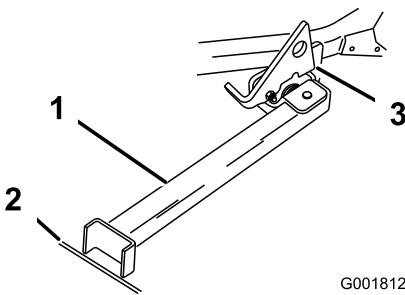

Figura 41
3. Levante el enganche. Gire el pie del soporte hacia adelante, y deslice el soporte hacia la máquina, hasta que encaje en la parte de abajo de la ranura (Figura 40 y Figura 41).
4. Ponga el pie del soporte en el suelo con el enganche descansando sobre la pestaña de giro (Figura 41).
- Nota:** Para obtener los mejores resultados, coloque el pie del soporte en una ranura de la acera o en el césped (Figura 41).
6. Conduzca la máquina sobre el soporte. Pare cuando el enganche caiga por encima de la pestaña a la posición bloqueada (Figura 41). Una vez que esté sobre el soporte, ponga el freno de estacionamiento y apague el motor.